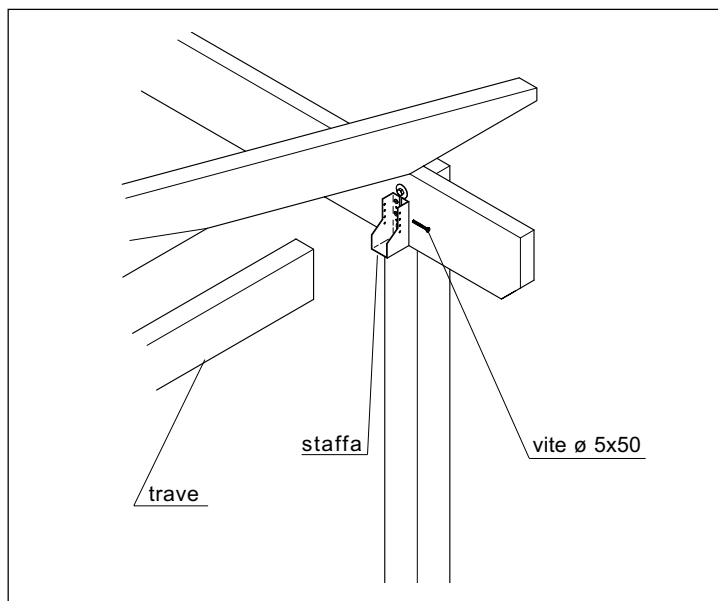

Fig. 8
- Inserire il trave di sezione 65x160 nelle staffe e fissarlo con viti mordenti testa bombata \varnothing 5x50. Non utilizzare tutti i fori sulla staffa (Fig.8).